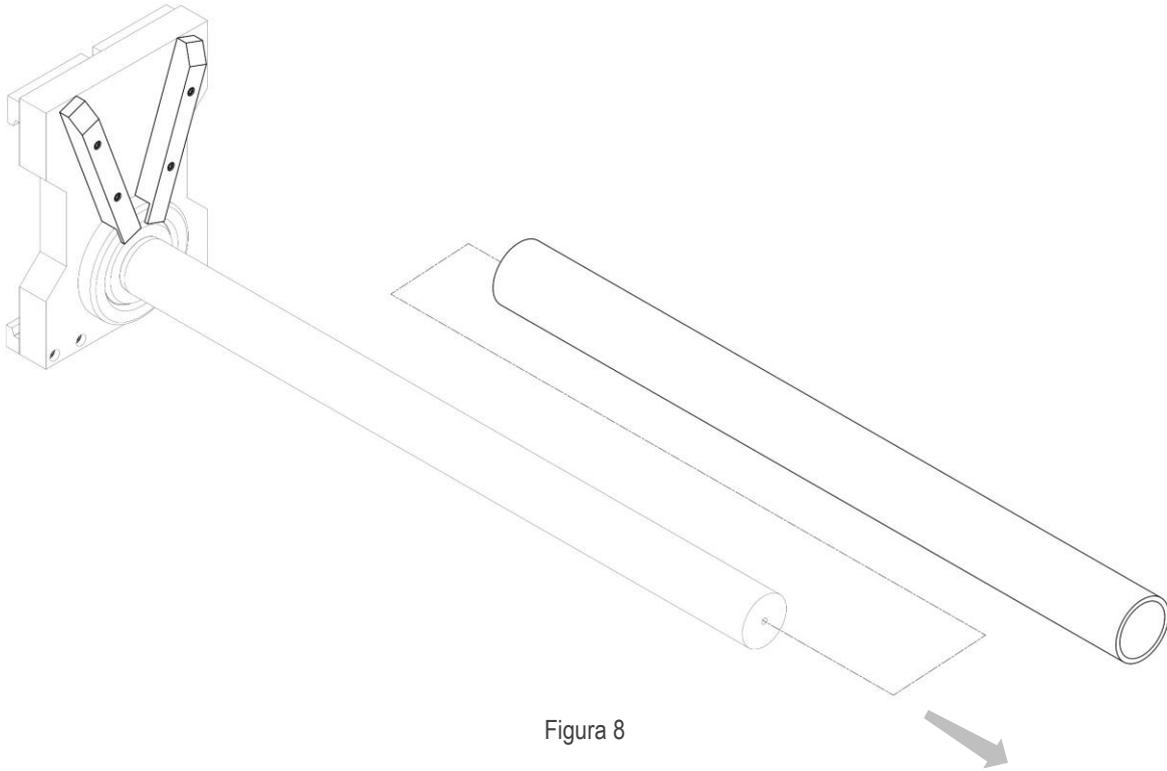

Figura 8
3. Sfilare il tubo di copertura* facendolo scorrere fuori dal palo (Figura 8) (*possono esserci più tubi calzati sul palo)